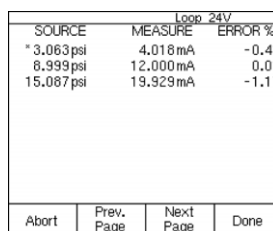

图 28
13、调整完成后，选择“As Left”“Done”和“Manual Test”键，重复步骤 9，若调整成功，测量结果的全部误差将以正常方式显示（图 28）。